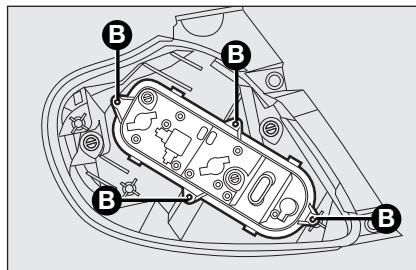

fig. 20
- extraire la douille de son logement, après avoir dévissé les quatre vis de blocage **B-fig. 20** ;